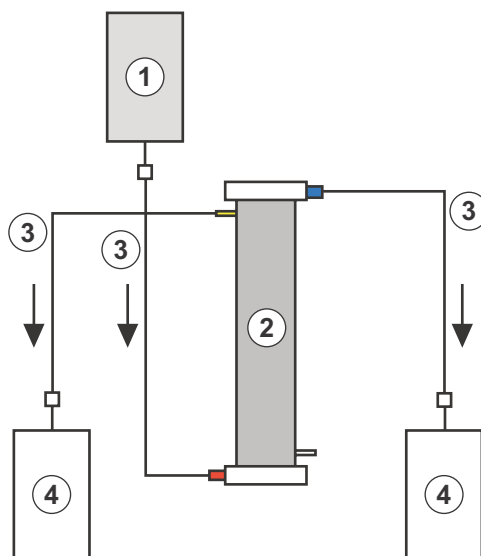

Abb. 9-8 Aufbau zum Spülen des Plasmafilters
Materialien: siehe Legende zu Abb. 9-8; 1,5 ml Heparin (5000 IE/ml)
3. Die übrigen Verbindungsleitungen und die Leerbeutel, wie in Abb. 9-8 dargestellt, mit der Plasma- und Blutseite des Filters verbinden und die Leitung auf der Plasmaseite abklemmen.